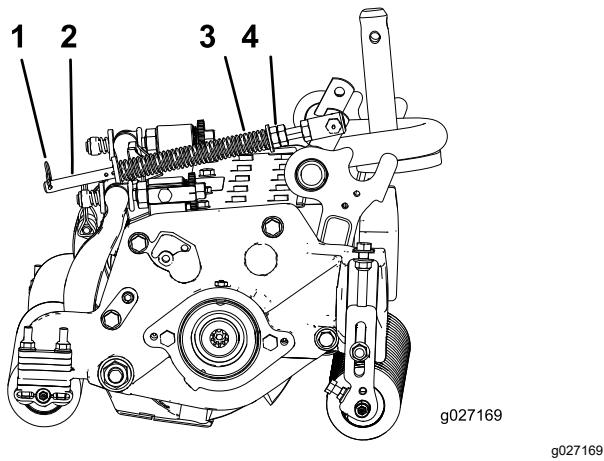

Bild 14
1. Stellen Sie sicher, dass der Splint in das hintere Loch in der Federstange eingesetzt ist (Bild 14).
2. Ziehen Sie die Sechskantmuttern vorne an der Federstange an, bis die komprimierte Länge der Feder 12,7 cm beträgt, siehe Bild 14.